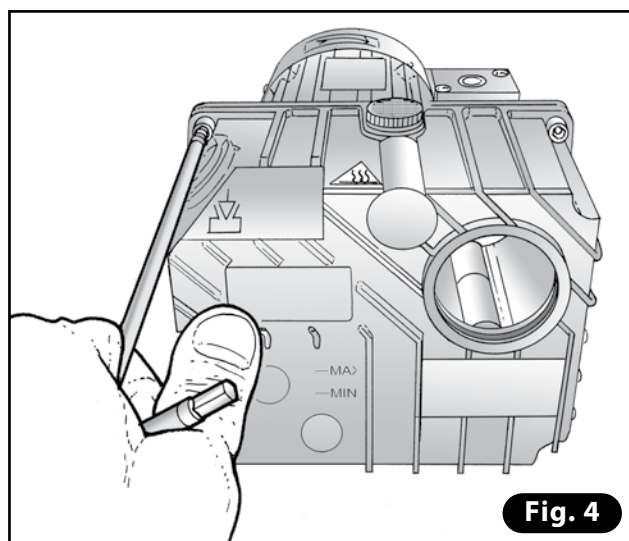

Fig. 4
- 3) Svitare le viti del serbatoio olio e rimuoverlo (**Fig. 4**).